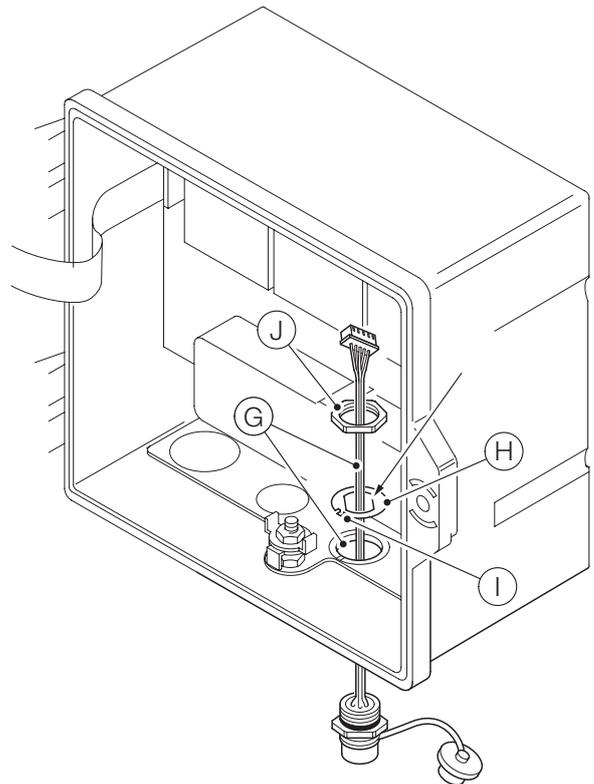

Рис. 12 Подготовка креплений соединительного кабеля EZLink
См. Рис. 12:
- 7 Вставьте установочный язычок (I) в паз пластины сальников (K) (в случае пластмассового корпуса) или паз в отливке (в случае металлического корпуса).
- 8 Полностью вставьте корпус соединителя EZLink (L) в кабельный ввод и выровняйте корпус соединителя, ориентируясь на лыски установочной шайбы (см. Рис. 12).
- 9 Наверните контргайку (J) на корпус разъема и затяните гаечным ключом.